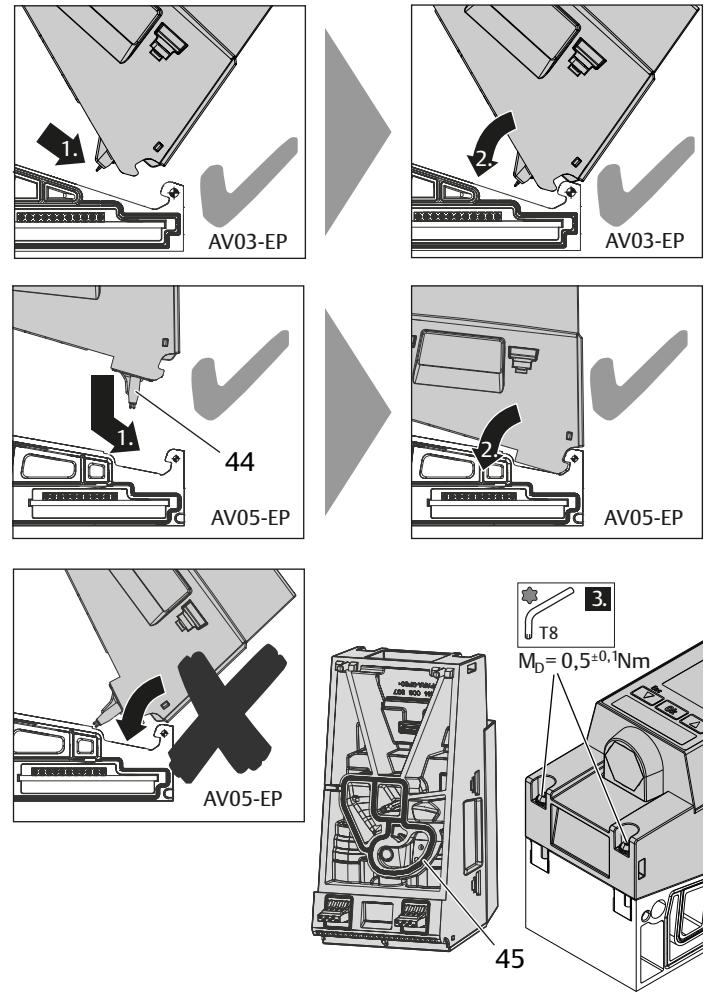

Bild 16: Montera AV-EP-tryckregulatorn på basplattan
1. Sätt på AV-EP på vridaxeln • på följande sätt (se bild 16):
2. Fäll ner AV-EP-tryckregulatorn, så att den sitter ordentligt på AV-EP-basplattan. Se till att tätningen (45) sitter korrekt i tryckregulatorn.